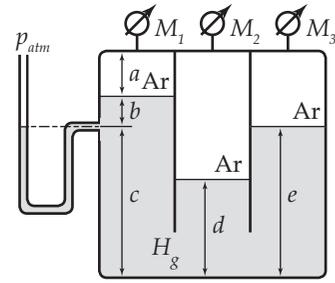

Figura Ep1.51
**Ep1.51** Ao recipiente ilustrado na Figura Ep1.51 está conectado um manômetro em U que tem um dos seus ramos em contato com o ar ambiente. O recipiente é dota-